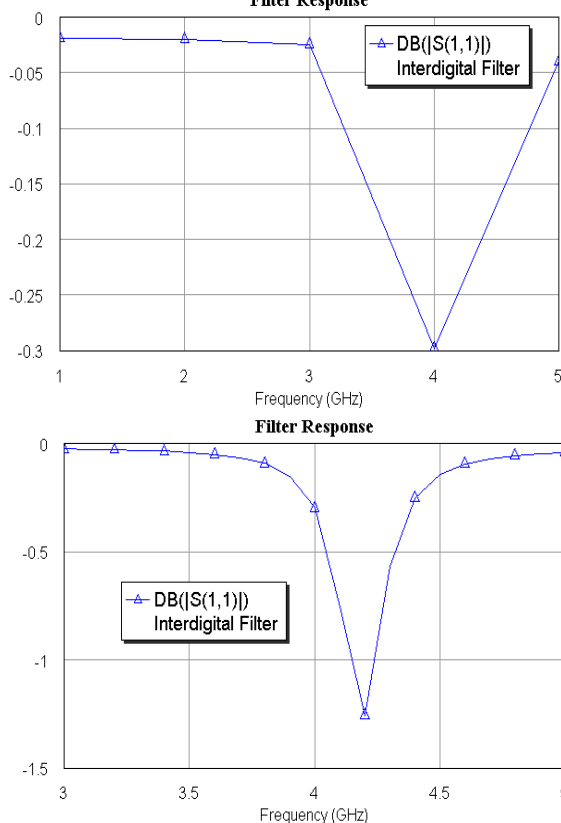

Рис. 6.36
11. Выберите **Simulate > Analyze** в выпадающем меню или щёлкните левой кнопкой мышки по значку **Analyze** на панели инструментов, чтобы выполнить новый анализ схемы. Результаты анализа отображаются на графике, как показано на рисунке рис. 6.36.